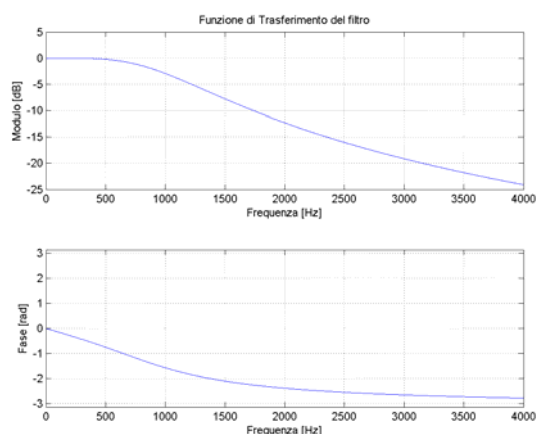

Fig. 2
8. Si decide di acquisire il segnale con una frequenza di campionamento di 4 kHz. Si ha a disposizione anche un filtro con funzione di trasferimento indicata in fig. 2. Si ritiene utile impiegarlo? In ogni caso, dove andrebbe inserito nella catena di acquisizione (disegnare schema)?
- Campionando a 4 kHz si introduce aliasing, dunque il filtro (passa-basso) suggerito in fig.2 risulta utile.